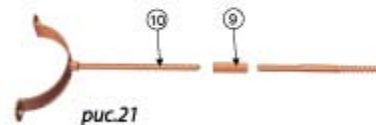

рис.21
В случае установки хомутов водостока на вентилируемые, либо утепленные снаружи фасады рекомендуется использовать шпильку удлинитель (9) и соединительную гайку (10) (Рис.21).